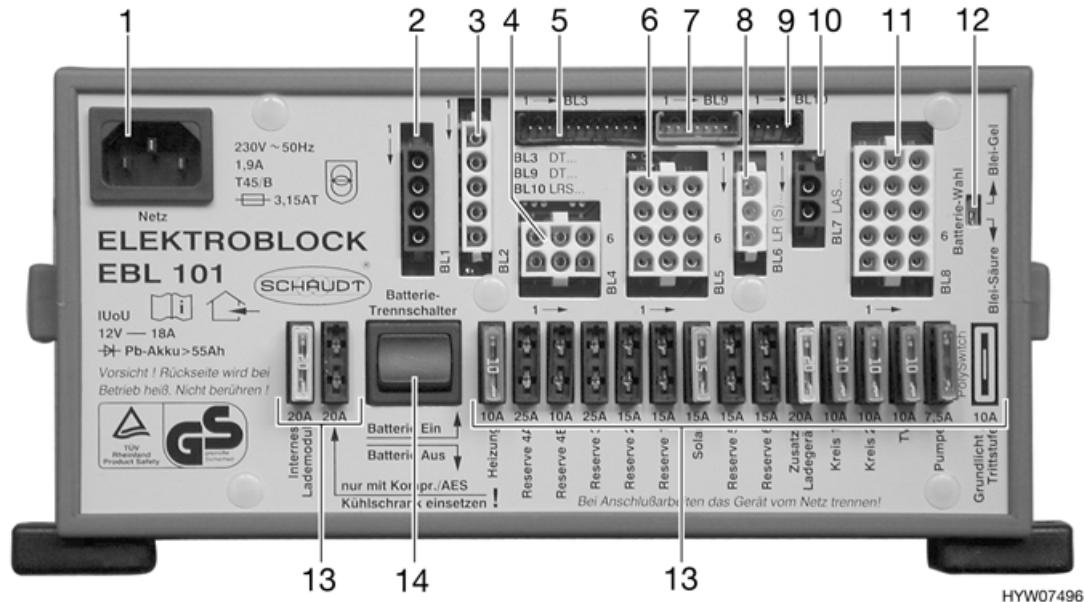

Bild 54 Elektroblock EBL 101
Der Elektroblock (Bild 54) befindet sich im Beistellschrank unter dem Beifahrerfenster.
Der Batterie-Trennschalter (Bild 54,14) schaltet alle 12-V-Verbraucher des Wohnbereichs aus, auch das Sicherheits-/Ablassventil. Dadurch wird eine langsame Entladung der Wohnraumbatterie vermieden, wenn das Reisemobil über längere Zeit nicht benutzt wird (z. B. vorübergehende Still-Liegung).
- ▶ Die werkseitige Einstellung des Batterie-Wahlschalters (Bild 54,12) ("Blei-Gel") nicht verändern.